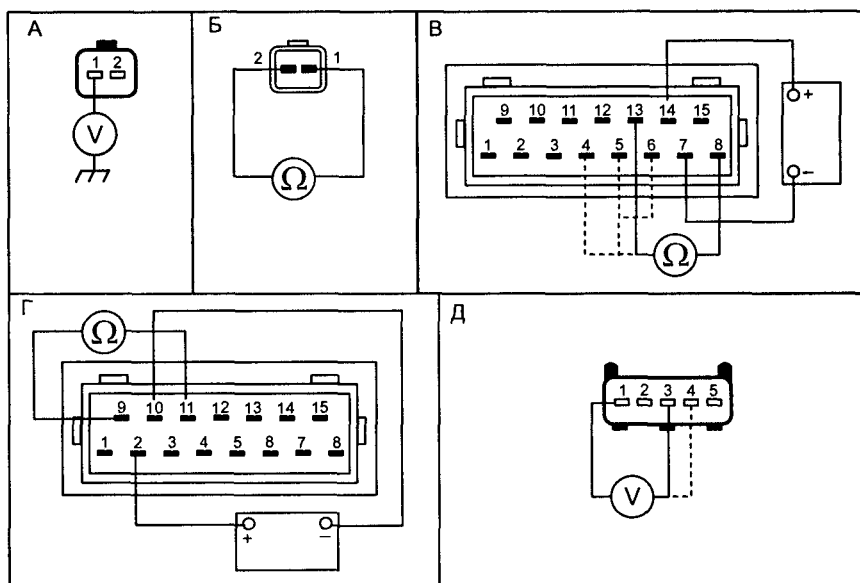

Рис. 1.3.10. Контроль выпуска ОГ и система обеспечения ЭСУД
- отключают разъем клапана EGR и, при включенном зажигании, проверяют наличие напряжения 12 В на контакте 1 разъема жгута клапана (см. рис. 1.3.10а), если этого нет — проверяют замок зажигания, предохранитель F7, главное реле питания A171, и соответствующие соединения;
- измеряют сопротивление обмотки соленоида клапана EGR между контактами 1 и 2 разъема клапана, его величина должна быть в пределах 23...33 Ом (см. рис. 1.3.10б).
- извлекают главное реле питания ЭСУД (А171) из разъема, собирают диагностическую схему (см. рис. 1.3.10в) и проверяют его срабатывание в соответствии с табл. 1.3.8;
- собирают диагностическую схему (см. рис. 1.3.10г) и проверяют срабатывание главного реле питания ЭСУД (A171) в соответствии с табл. 1.3.9;
- извлекают блок управления свечами накаливания (A104) из разъема и проверяют наличие напряжений на контактах колодки в соответствии с табл. 1.3.10 (см. рис. 1.3.10д). Если питания нет — проверяют замок зажигания, предохранитель F7, главное реле питания A171, и соответствующие соединения;